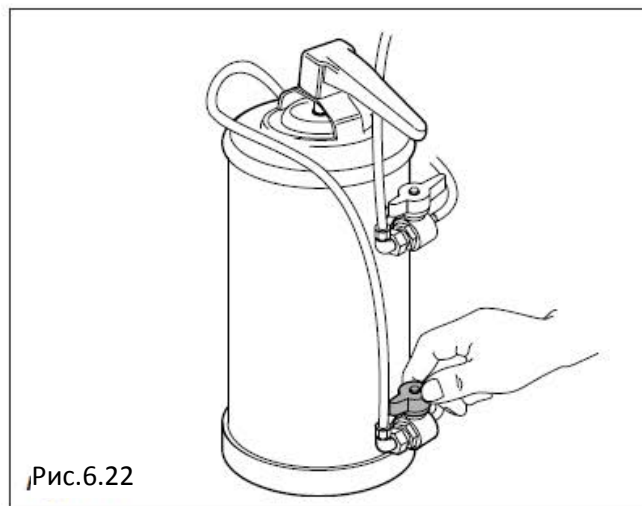

Рис.6.22
- Включите автомат и дайте воде течь, пока она не станет не соленой (Рис. 6.22).